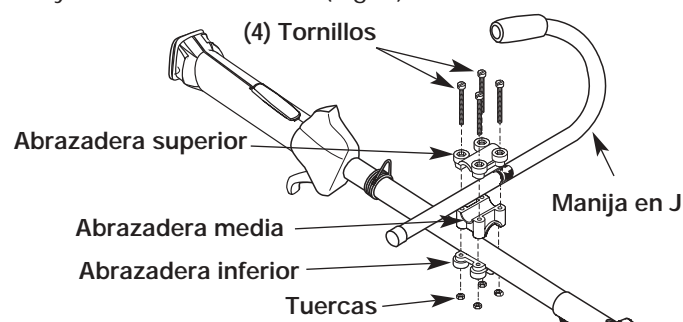

Fig. 2
1. Coloque la manija en J entre la abrazadera superior y la abrazadera media (Fig. 2).